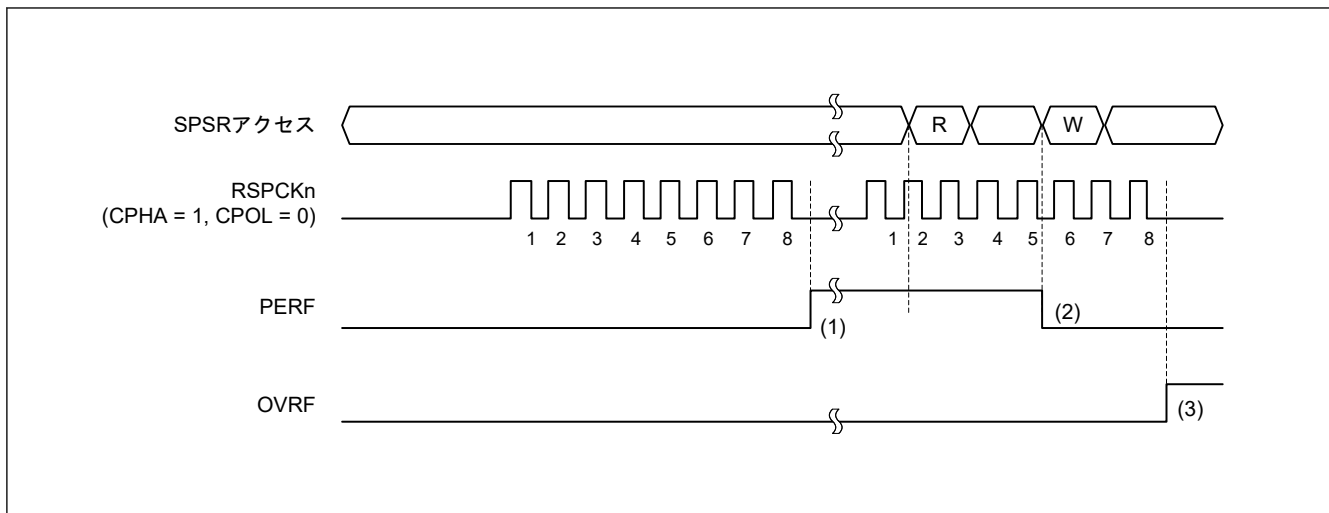

図 28.31 OVRF フラグおよび PERF フラグの動作例
図 28.31 に、OVRF フラグと PERF フラグの動作例を示します。図 28.31 に記載の SPSR アクセスは、SPSR レジスタへのアクセス状況を示しています。W は書き込みサイクル、R は読み出しサイクルを示しています。この例では、SPCR.TXMD ビットが 0、SPCR2.SPPE ビットが 1 の状態で全二重同期式シリアル通信を行います。SPCMD0.CPHA ビットが 1、SPCMD0.CPOL ビットが 0 の設定で、SPI が 8 ビットのシリアル転送を実行しています。RSPCK_n 波形の下に記載した数字は、RSPCK サイクル数 (= 転送ビット数) を示しています。
以下に、図 28.31 の (1)~(3) に示したタイミングでのフラグの動作内容を説明します。